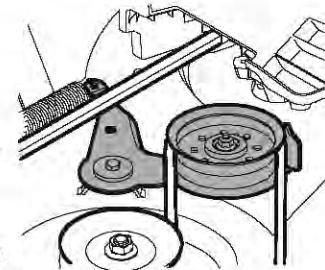

Figure 42
8. À partir du côté droit de l'appareil, insérez une clé à rochet de 3/8 po (réglée pour desserrer) dans le trou carré sur le support de la poulie de tension. Voir Figure 42.
9. Déplacez la clé vers l'avant pour bouger la poulie d'entraînement du plateau. Voir Figure 42.